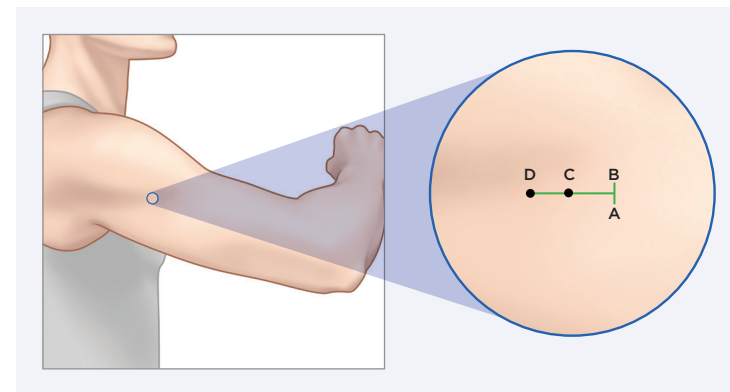

Figure 1
Un anesthésiant local (environ 2 ml de lidocaïne) doit être injecté environ sur environ 5 mm le long de l'incision prévue (AB) et à environ 30 mm perpendiculairement à l'incision prévue (CD), ce qui correspond à la trajectoire prévue pour le dissector à bout émoussé. (Figure 1).
Incisez du point B (Figure 1) au point A sur 5 mm environ.
2. Retirez le dissector à bout émoussé du plateau et introduisez-le à un angle de 45° environ sur la ligne médiane entre A et B (figures 1 et 2), de manière à ce que l'extrémité et la portion biseautée du dissector soient sous la peau, jusqu'à ce que les butées de contrôle de la profondeur touchent la peau.